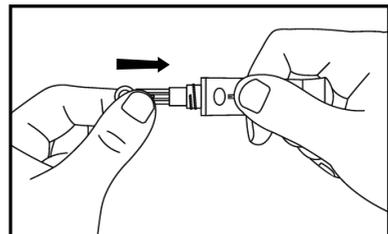

Abb. 23
Schritt 2: Führen Sie eine sterile Lanzette in den Lanzettenhalter ein und drücken Sie sie bis zum Anschlag in den Lanzettenhalter. (Siehe Abb. 23)